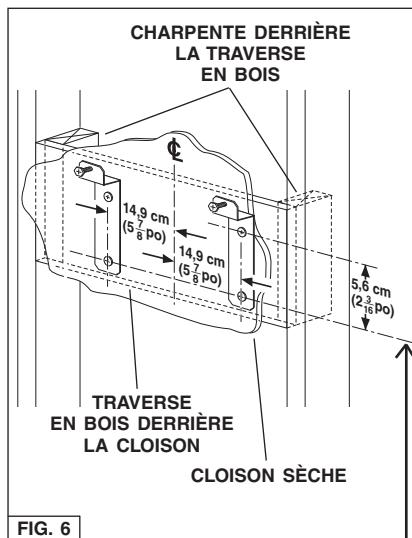

FIG. 6
- Construisez une **charpente** de bois qui affleure la surface intérieure des montants du mur. Fig. 6.